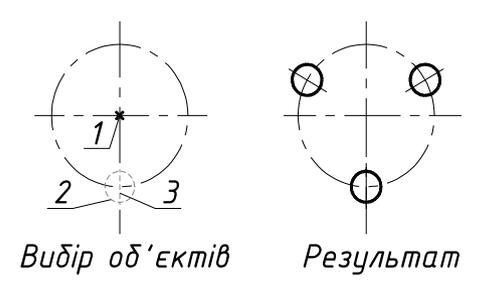

Рис.3.18
- Будуємо 3 кола, розташованих по колу з центром в т.1 (рис.3.18)
Спочатку креслимо вихідні об'єкти на відповідних шарах: коло 1(R5) (команда CIRCLE) (рис.3.18) та осьова лінія 2 (команда LINE). Кожний об'єкт будується у своєму шарі. Круговий масив створюється командою ARRAY.